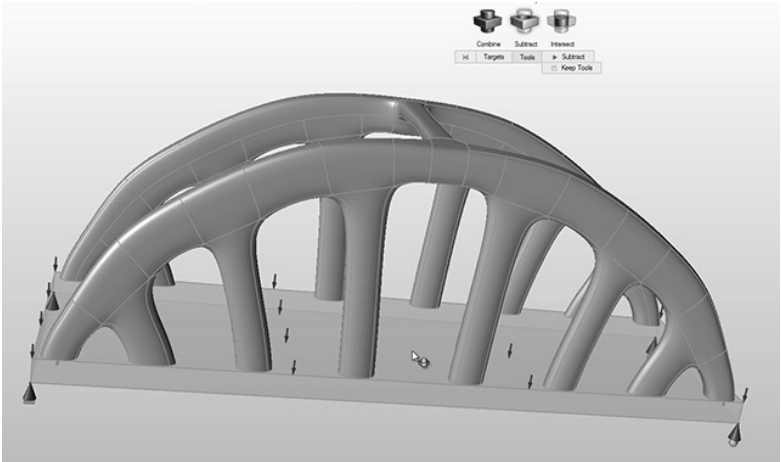

图 15-39
4) 单击操作栏上的工具，然后选中底座零件，如图 15-39 所示。